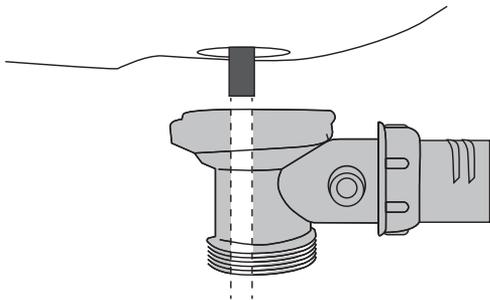

Рис.12. Совмещение крышки корпуса слива со сливным отверстием поддона
6. Вставьте крышку корпуса слива в сливное отверстие поддона. Совместите резьбу сливного отверстия с резьбой крышки. См. рисунок 12